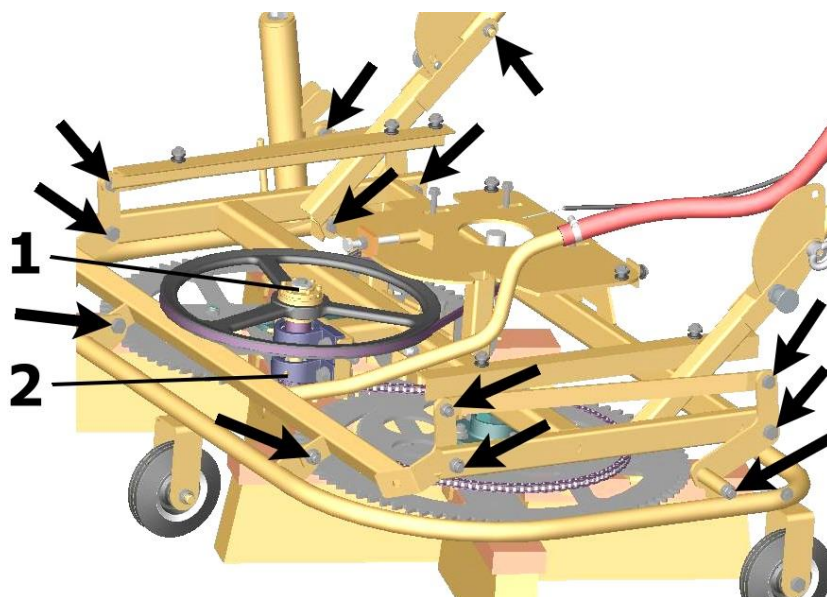

Figura 2
- Nu restrângeți prea fix șuruburile de fixare la piesele mobile. (vezi săgețile ↙ ↗ în figura 2)
Cuplajul de fricțiune (vezi poz. (1) în figura 2) folosește ca siguranță la suprasarcină și ar trebui restrâns în caz de defecțiuni (răsucirea totală cuplajului de fricțiune (1) în timpul funcționării) (vezi instrucțiunile de montaj RUFLEX alăturate).
Semestrial trebuie reumplut cu vaselină cuplajul de fricțiune pe la niplul de lubrifiere (vezi poz. (2) în figura 2).